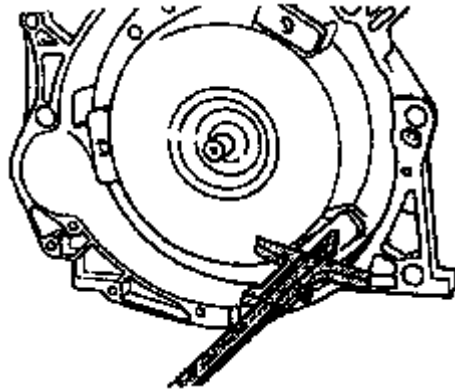

图 4-24 检查液力变矩器的安装
(1) 维修时，应更换密封件、衬垫、自锁螺母及有规定拧紧力矩的螺栓。
(2) 检查发动机/变速器对中定位套筒是否在发动机上。将中间板压到定位套筒上。
(3) 对于装有手动变速器的车型，在变速器输入轴花键上轻涂一层 G000 100 润滑脂，但切勿在分离轴承导向套筒上涂抹润滑脂。检查离合器是否与手动变速器正确对中。装有手动变速器的车型，曲轴内必须安装滚针轴承。
(4) 对于装有自动变速器的车型，装配自动变速器的车型，曲轴内不得安装滚针轴承。必须用规定的螺母紧固液力变矩器和驱动盘。安装发动机前，旋转液力变矩器和驱动盘，使一个孔及一个螺栓与起动机上的小孔处于同一水平高度。检查 ATF（自动变速器油）油位。
(5) 若已正确安装液力变矩器，则液力变矩器螺柱底部的接触面与液力变矩器钟形壳体上的接合面之间的距离约为 23mm（装配 01V 型自动变速器）（图 4-24）。若液力变矩器未完全插入，则该距离约为 11mm。若液力变矩器安装不当，一旦将变速器连接到发动机上，将严重损坏液力变矩器驱动盘或 ATF 泵。